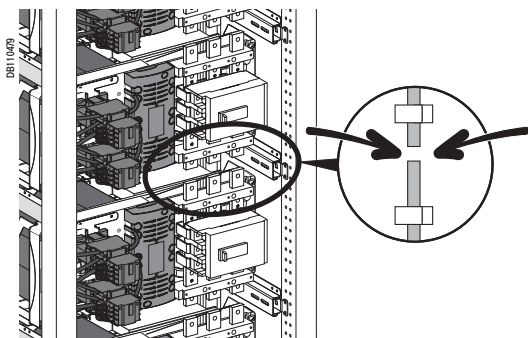

Рис. 11. Установка остальных модулей
- Перед выполнением шага 7 проверьте, чтобы сборные шины были выровнены относительно друг друга по глубине (рис. 11).